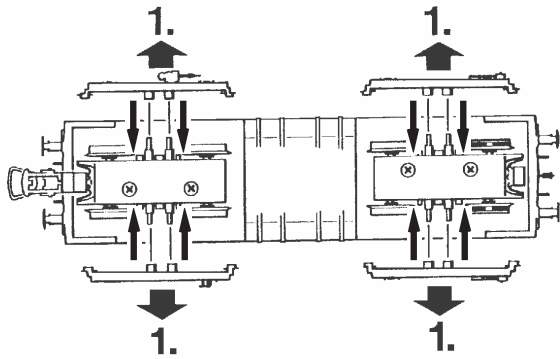

Fig. 7
3. Haftreifenwechsel: Zuerst die Drehgestellblende abnehmen (Fig. 7). Danach den **Radsatz** herausnehmen und die **Haftreifen** mit einer Nadel od. mit einem feinen Schraubendreher abziehen (Fig. 7). Beim Aufziehen der neuen Haftreifen darauf achten, dass diese sich nicht verdrehen.
3. Change of traction tyre: Remove the bogie blind (fig. 7). Take out **wheel set** and remove **traction tyre** using a pin or a fine screwdriver (fig. 7). When pressing on the new traction tyre please **avoid twisting it**.
3. Échange des bandages d'adhérence: Démontez d'abord **les flancs de bogies** des engrenages (fig. 7). Délogez ensuite les essieux bandagés et enlevez, à l'aide d'une aiguille ou d'un tourne-vis fin, les bandages d'adhérence (fig. 7). Lors du montage des nouveaux bandages veuillez veiller à ce que les bandages **ne soient pas tordus**.